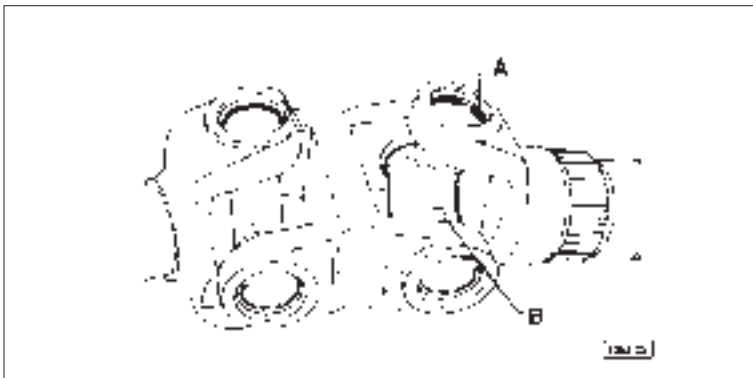

Fig. 14 - Joint homocinétique.
- Déposer les deux circlips **A** d'un axe des croisillons **B** (voir Fig. 14) en appliquant, si nécessaire, un coup avec le marteau et le mandrin de métal non ferreux.